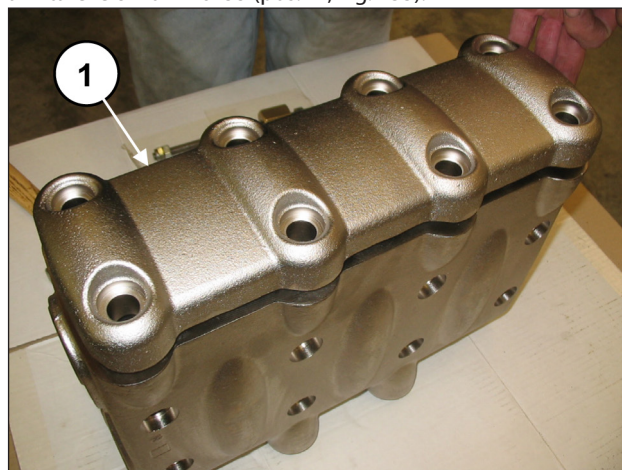
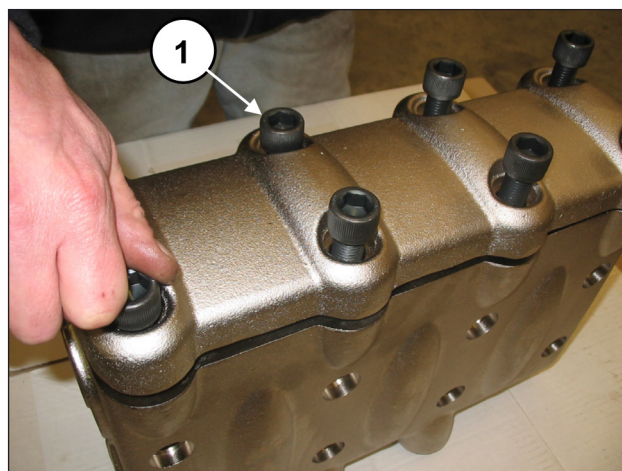

Fig. 132
Fig. 133
Dopo aver terminato il montaggio dei gruppi valvola e del tappo valvola applicare il coperchio valvole (pos. ①, Fig. 132) e avvitare le 8 viti M16x55 (pos. ①, Fig. 133).